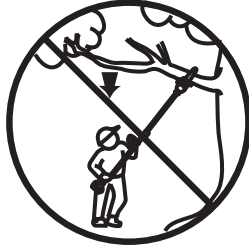

Fig. 4
12. Nunca se pare directamente por debajo de la rama que esta podando. Siempre posicione fuera de la trayectoria de caída de dichas ramas (Fig. 4).